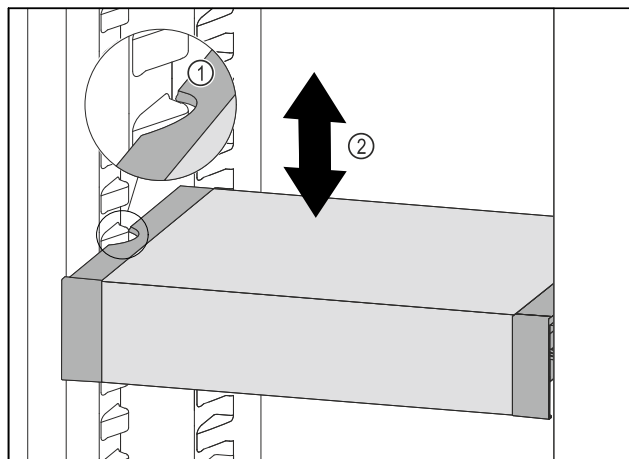

Fig. 79
- VarioSafe ťahajte dopredu, dokým sa bočné vybrania VarioSafe nebudú nachádzať vo výške rebra nádoby v chladničke. Fig. 79 (1)
- VarioSafe v chladničke presúvajte nahor alebo nadol, dokým sa dosiahne požadovaná výška. Fig. 79 (2)